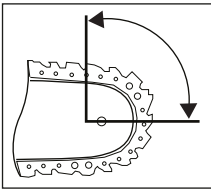

Fig. 1
- În anumite situații, contactul cu vârful șinei poate duce la o reacție neașteptată, orientată în spate, în cadrul căreia lama **16** este proiectată în sus și în direcția utilizatorului (a se vedea fig. 1).